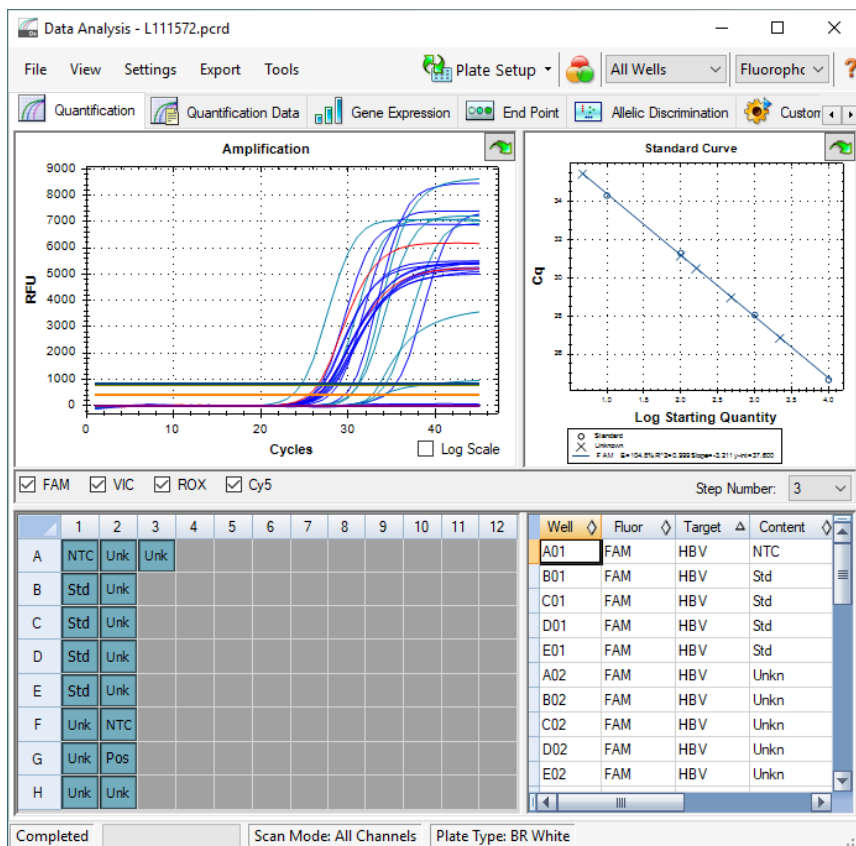
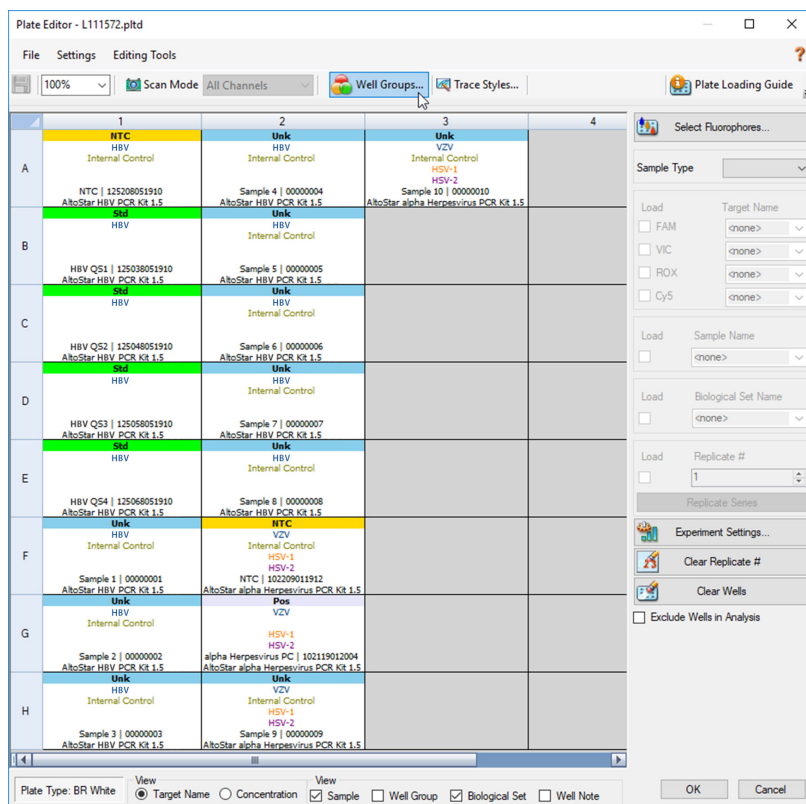
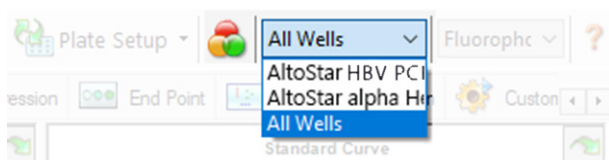

Figura 28: Ventana Data Analysis (análisis de datos)
Figura 29: Cuadro de diálogo Plate Editor (editor de placa)
Figura 33: Botón Well Group (grupo de pocillos) y menú desplegable Well Group (grupo de pocillos)
Al final de la serie PCR, se muestra la ventana **Data Analysis** (análisis de datos) (consulte la Figura 28).
1. En la ventana **Data Analysis** (análisis de datos) (consulte la Figura 28), haga clic en el botón **Plate Setup** (configuración de la placa) en la barra de herramientas y seleccione **View/Edit Plate** (ver/editar placa). Se muestra el cuadro de diálogo **Plate Editor** (editor de placa) (consulte la Figura 29).
En la ventana **Data Analysis** (análisis de datos) (consulte la Figura 28), asegúrese de seleccionar el **Well Group** (grupo de pocillos) del kit AltoStar® HBV PCR Kit 1.5. Por tanto, haga clic en el menú desplegable **Well Group** (grupo de pocillos) junto al botón **Well Group** (grupo de pocillos) (consulte la Figura 33) de la barra de herramientas. No utilice el **Well Group** (grupo de pocillos) «*All Wells*» (todos los pocillos).
1. En la ventana **Data Analysis** (análisis de datos) (consulte la Figura 28), asegúrese de seleccionar el **Well Group** (grupo de pocillos) del kit AltoStar® HBV PCR Kit 1.5. Por tanto, haga clic en el menú desplegable **Well Group** (grupo de pocillos) junto al botón **Well Group** (grupo de pocillos) (consulte la Figura 33) de la barra de herramientas.
2. En la parte izquierda de la ventana **Data Analysis** (análisis de datos) marque únicamente la casilla de verificación **FAM** para el canal de detección del HBV objetivo (consulte la Figura 28).